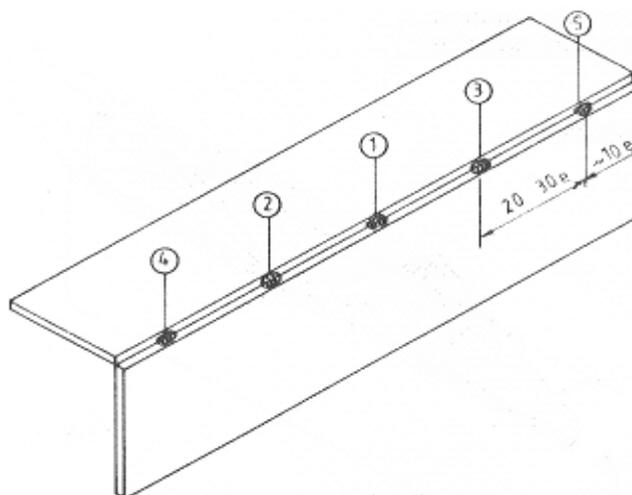

Figure. 2.57
5. Effectuer le pointage des deux tôles (Figure. 2.57) et retirer la cornière